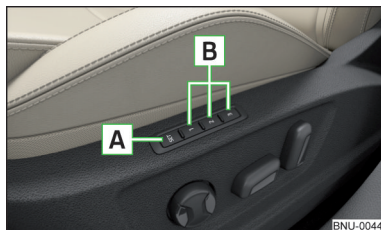

Fig. 81
Debajo de las teclas de memoria **B** en el asiento del conductor se puede guardar un ajuste de la posición del retrovisor externo y del asiento del conductor » fig. 81.
- » Pulse la tecla SET **A** » fig. 81 y luego presionar dentro de 10 segundos la tecla de memoria **B** deseada. El almacenamiento es confirmado con una señal acústica.
- » Conectar el encendido y pulsar la tecla de memoria deseada **B** » fig. 81.